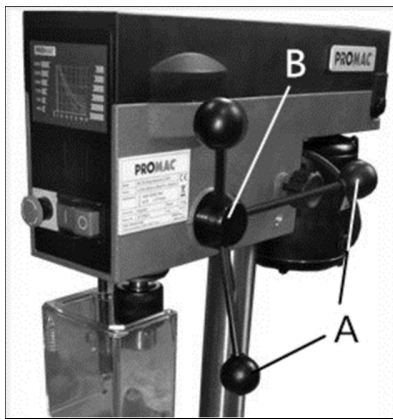

Fig 4
Monter les trois poignées d'avance (A, Fig 4) sur le moyeu (B).